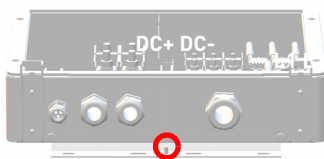

Fig. 9: Potentialausgleich
3. Schutzleiter (PE) (siehe Fig. 3) und Potentialausgleichsleiter (siehe Fig. 9) anschließen.